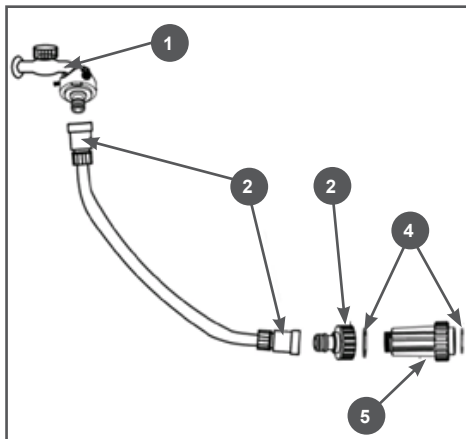

Рис.8 Подключение аппарата к водопроводу
1. Подсоедините к водопроводному крану шланг подачи воды (в комплект не входит) (Рис. 8).